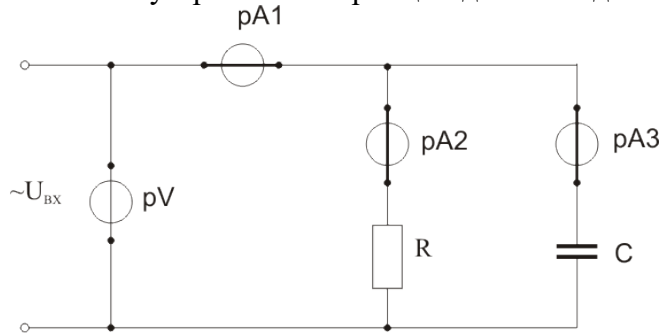

РИС. 1
1. Собрать схему (схема показана на рис. 1, часть схемы показанная синим цветом, собрана).